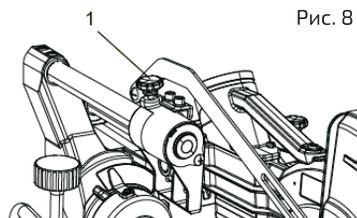

Рис. 8
После извлечения пилы из коробки ослабить ручку ее блокировки (1), расположенную слева от каретки. При транспортировке и хранении пилы выдвижная каретка должна быть заблокирована (рис. 8).